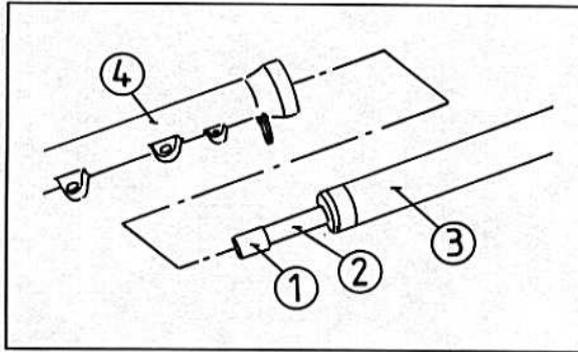

Bild 333
- Das innere Gabelrohr am Aussendurchmesser mit Gabelöl schmieren (Bild 333).